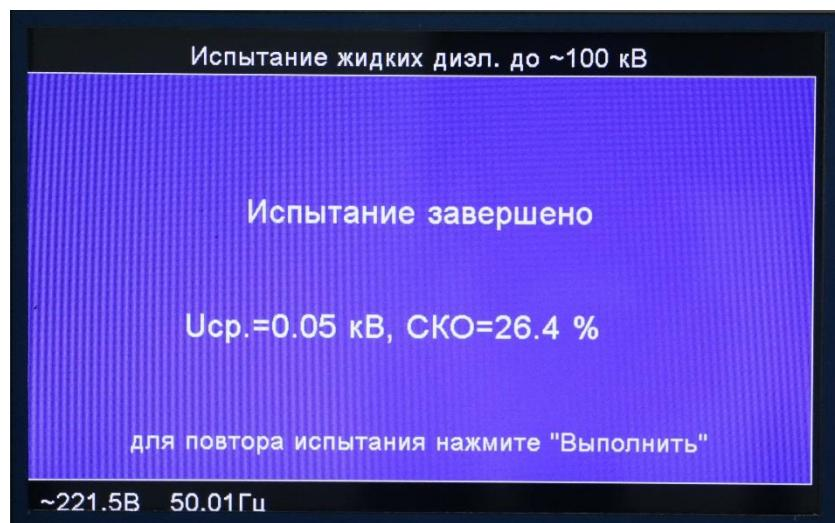

Рис.8.21.
8.8.8. По окончании цикла испытаний на экран будет выдано сообщение «ИСПЫТАНИЕ ЗАВЕРШЕНО» и выведены результаты испытаний (рис. 8.21), где Уср.- среднее арифметическое значение пробивного напряжения; СКО - средняя квадратическая ошибка среднего арифметического значения пробивного напряжения.